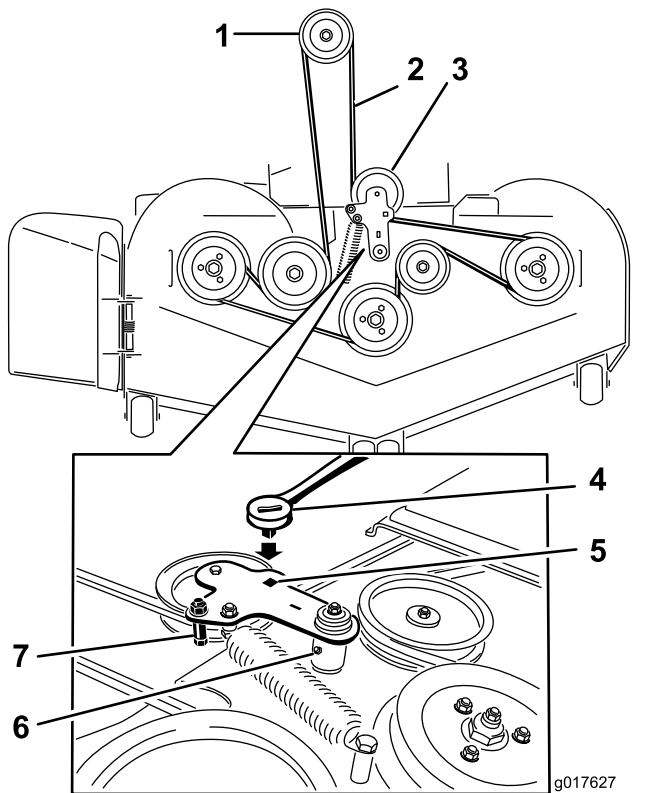

Figura 73
5. Utilice una llave de carraca en el taladro cuadrado del brazo tensor para aliviar la tensión del muelle tensor (Figura 73).
7. Instale la guía de la correa en el brazo tensor tensado con muelle (Figura 73).
9. Pase la correa nueva alrededor de las poleas del cortacésped y de la polea del embrague, debajo del motor (Figura 73).
10. Instale la guía de la correa en el brazo tensor (Figura 73).
11. Utilizando la llave de carraca en el taladro cuadrado, instale el muelle tensor (Figura 73).